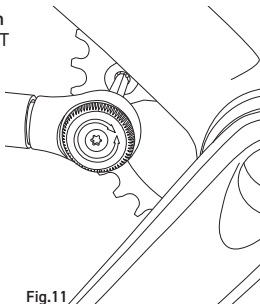

Fig.11
- Serrate con una chiave dinamometrica le viti a **8 Nm (71 in.lbs)** per Ekar ed a **10 Nm (88 in.lbs)** per Ekar GT (Fig. 11).